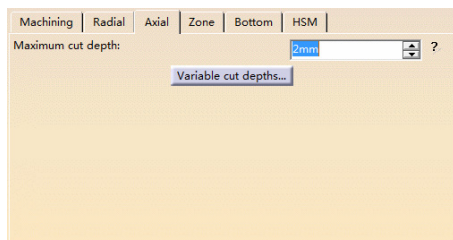

图 3-220 “Axial”选项卡（10）
- 在“Axial”选项卡（10）的“Maximum cut depth”文本框中输入“2mm”，如图 3-220 所示。